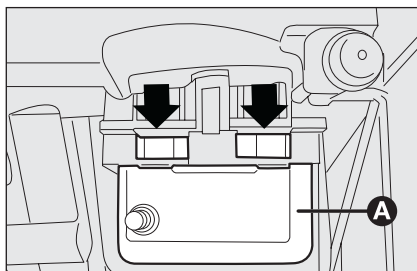

fig. 37
- agir aux points indiqués par les flèches et enlever le plafonnier **A** - **fig. 37** ;
- remettre le plafonnier **A** - **fig. 37** en place en veillant à ce qu'il soit bien bloqué.